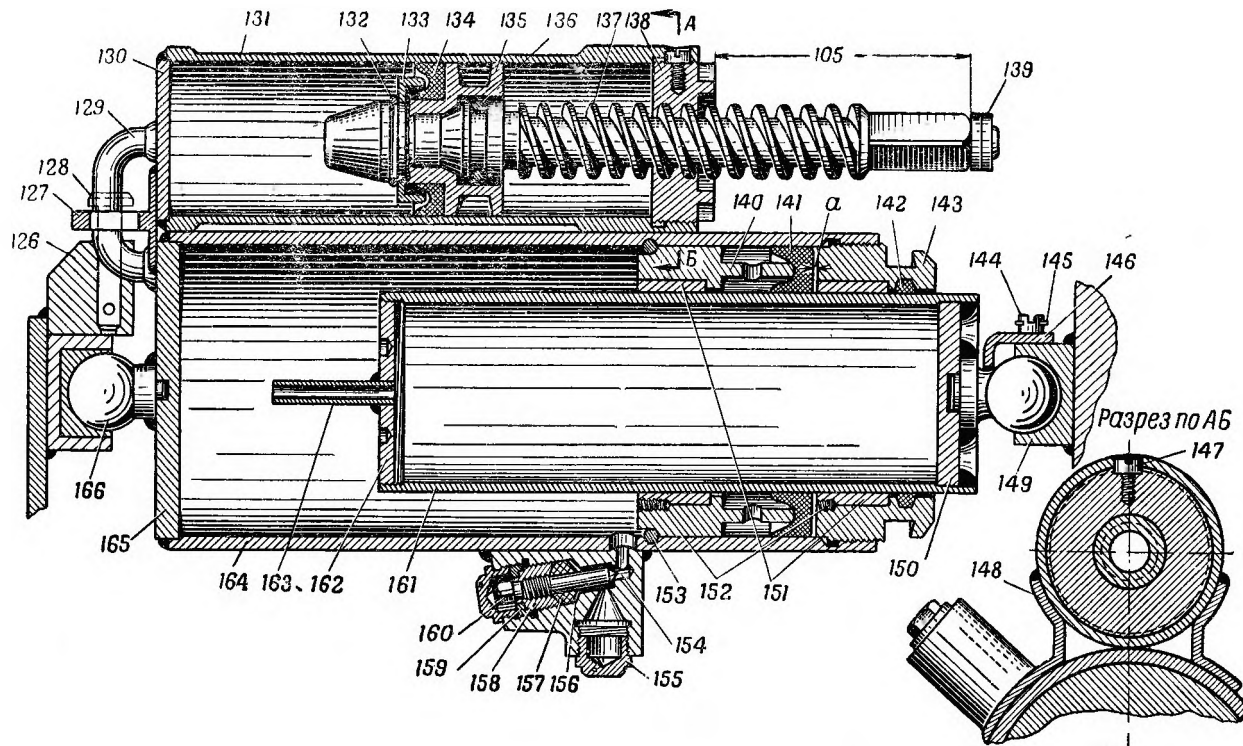

Рис. 45. Уравновешивающий механизм (С623):
Уравновешивающий механизм состоит из следующих основных частей: наружного цилиндра 164 (рис. 45 и 46), внутреннего цилиндра 161, уплотняющего устройства, цилиндра 131 компенсатора с поршнем и устройства для регулирования положения поршня в цилиндре компенсатора.
вается так, чтобы между ее торцом и воротником был зазор  $a$  0,5—2 мм (рис. 45).
Разборку уравнивающего механизма (рис. 45 и 46) производить в такой последовательности:
- навинтить на вентиль *160* (рис. 45 и 46) нажимную гайку *158*, надеть сальниковую набивку *157*, кольцо *156* и вставить вентиль *160* в гнездо;